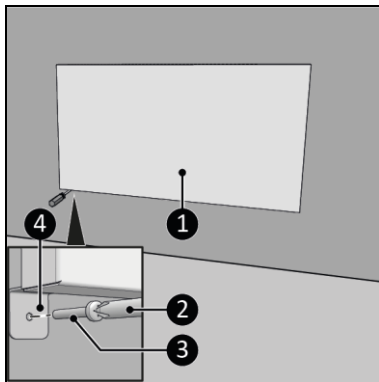

Figure 13
14. Remplacez l'appareil (figure 13, pos. 2) sur les supports muraux (figure 13, pos. 1).
15. Vissez et serrez les supports de l'appareil (figure 13, pos. 4) avec une grande vis (figure 13, pos. 3) au mur (figure 13, pos. 3) en utilisant un tournevis Phillips (figure 13, pos. 2).